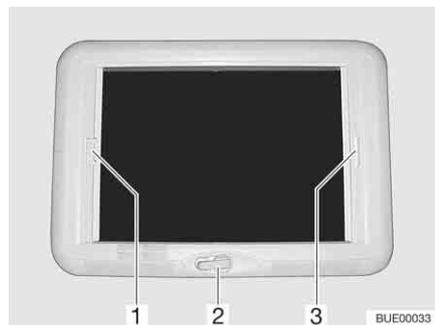

Fig. 94 Lanterneau à manivelle
*Ouvrir :* ■ Tourner la manivelle (Fig. 94,2) jusqu'à ressentir une résistance.
*Fermer :* ■ Tirer la poignée du dispositif occultant plissé (Fig. 94,3) et le relâcher lorsqu'il a atteint la position voulue. Le dispositif occultant plissé reste alors à cette position.
- Tirer sur la poignée (Fig. 94, 1) de la moustiquaire jusqu'à toucher la poignée du dispositif occultant plissé (Fig. 94,3) située vis-à-vis et la faire s'enclencher.
- Appuyer sur la poignée de la moustiquaire (Fig. 94, 1) vers l'arrière et le haut et décrocher la moustiquaire du dispositif occultant plissé (Fig. 94,3).